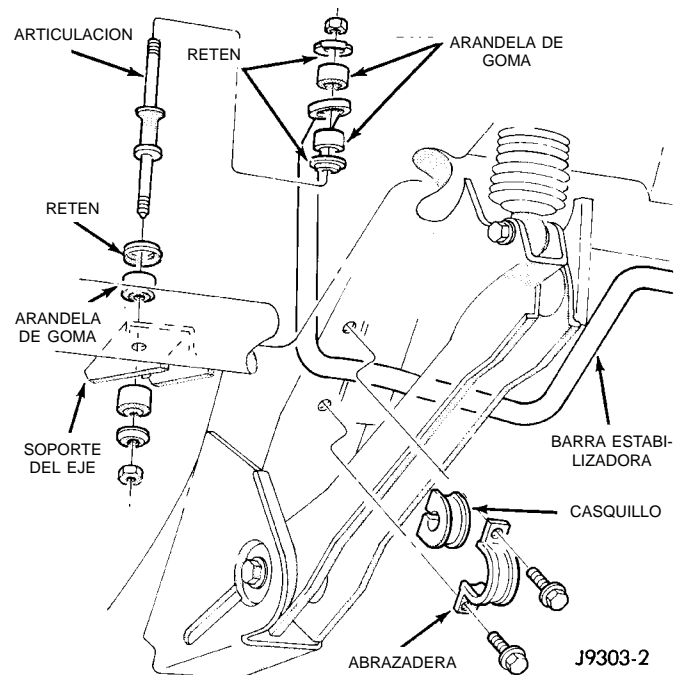

Fig. 4 Barra estabilizadora trasera
- (1) Eleve y apoye el vehículo. Retire una rueda y neumático.
- (2) Desconecte de los soportes del eje, las articulaciones de la barra estabilizadora (Fig. 4).
- (3) Baje el escape desconectando el silenciador y todas las péndolas de los tubos de cola.
- (4) Desconecte la barra estabilizadora de las articulaciones.
- (5) Desconecte de los largueros de bastidor, las abrazaderas de la barra estabilizadora. Retire la barra estabilizadora.